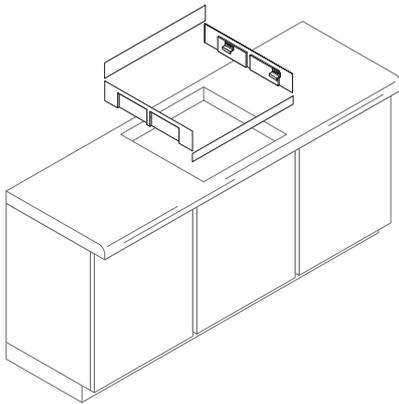

Abb. 1
- Blechverkleidung Abb. 1 an allen vier Seiten im Arbeitsplattenabschnitt mit den beigelegten Nägeln befestigen.